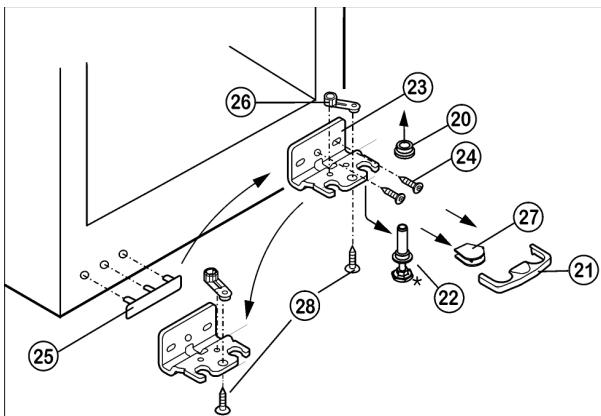

Fig. 5
- ▶ Предохранитель Fig. 5 (21) снимите движением вперед.
- ▶ Снимите крышку Fig. 5 (27).*
- ▶ Вытяните опорный палец Fig. 5 (22) вниз и вперед. При этом следите за гнездом шарнира Fig. 5 (20).
- ▶ Открутите опорный кронштейн Fig. 5 (23)(2 шт. Torx 25) Fig. 5 (24).
- ▶ Открутите опорную деталь Fig. 5 (26)(1 Torx 25) Fig. 5 (28) и, переставив в отверстие на противоположной стороне опорного кронштейна, снова прикрутите.
- ▶ Осторожно приподнимите и переставьте крышку Fig. 5 (25) со стороны ручки.
- ▶ Снова прикрутите опорный кронштейн Fig. 5 (23) на новой стороне шарнира, при необходимости с помощью аккумуляторного шуруповерта через внешний продольный паз и круглое отверстие.
- ▶ Установите крышку Fig. 5 (27) на противоположной стороне.*
- ▶ Предохранитель (21) нужно зафиксировать сбоку на кронштейне, чтобы опорный палец и двери были защищены от выпадения.
- ▶ Снова защелкните предохранитель (21) на опорном кронштейне.
- ▶ Наденьте гнездо шарнира Fig. 5 (20).
- ▶ Установите дверцу сверху на нижний опорный палец Fig. 5 (22).
- ▶ Переставьте средний винт на нижнем опорном кронштейне Fig. 5 (23) в свободный продольный паз.
- ▶ При необходимости выровняйте дверцы через два продольных паза в нижнем опорном кронштейне Fig. 5 (23) параллельно корпусу устройства.